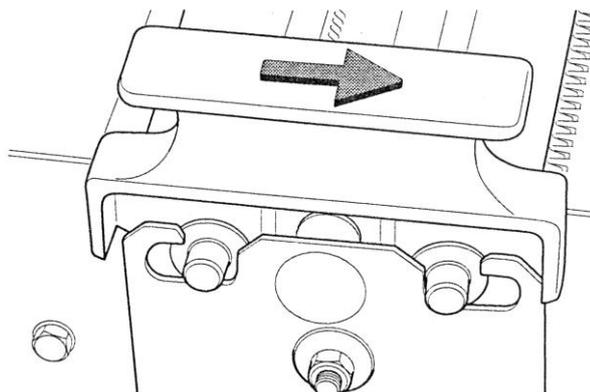

Рис.3
- Аккуратно поместите верхние решетки обратно на соответствующие нижние решетки. Стрелка указывает направление движения пленки (рис. 3).